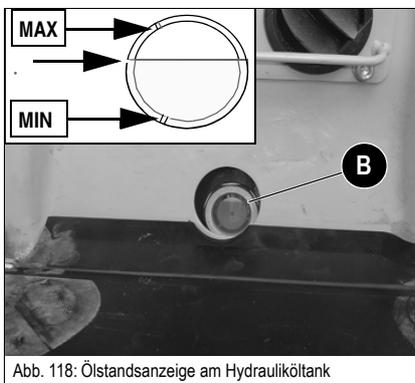

Abb. 118: Ölstandsanzeige am Hydrauliköltank
- Der Ölstand muss ca. 1 cm über der Mitte zwischen der Position **MIN** und **MAX** stehen, wie an den Pfeilen der Abb. 118 dargestellt.